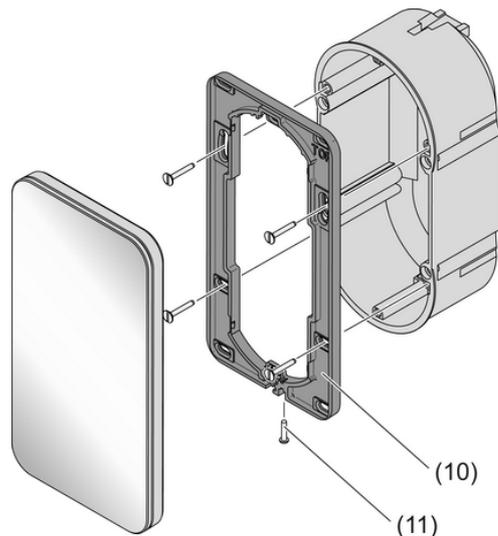

Bild 3
- Montagerahmen (10) ausrichten und mit der Unterputzdose oder der Wand verschrauben (Bild 3). Markierung **TOP** = OBEN beachten. Beiliegendes Schraubenset verwenden.
- KNX Busspannung an Klemme (6) anschließen.
- Optional: Externen Temperaturfühler an Klemme (5) anschließen.
- Sicherungsschraube (11) unten am Montagerahmen anziehen. Kreuzschraubendreher Typ Pozi-Drive, Größe 0 verwenden.